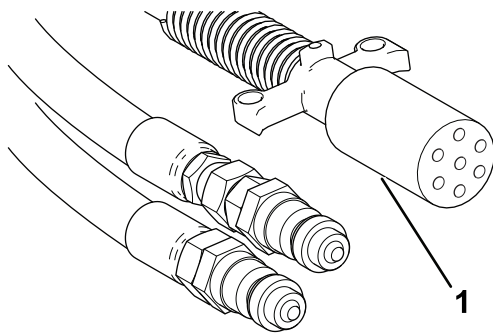

Bild 21
8. Schließen Sie das 7-polige Spiralkabel an der Steckdose an der Maschine und an der Zugmaschine an (Bild 21).